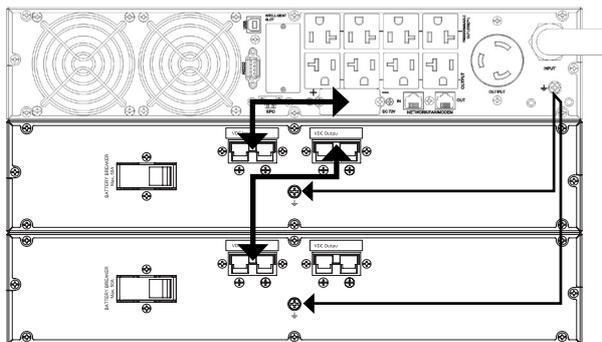

Fig. 10. Conexión con módulos de baterías.
- En la Fig. 10 se muestra la conexión de un equipo de 3 kVA en disposición rack, con dos módulos de baterías. Para mayor número, operar de modo similar a la ilustración.